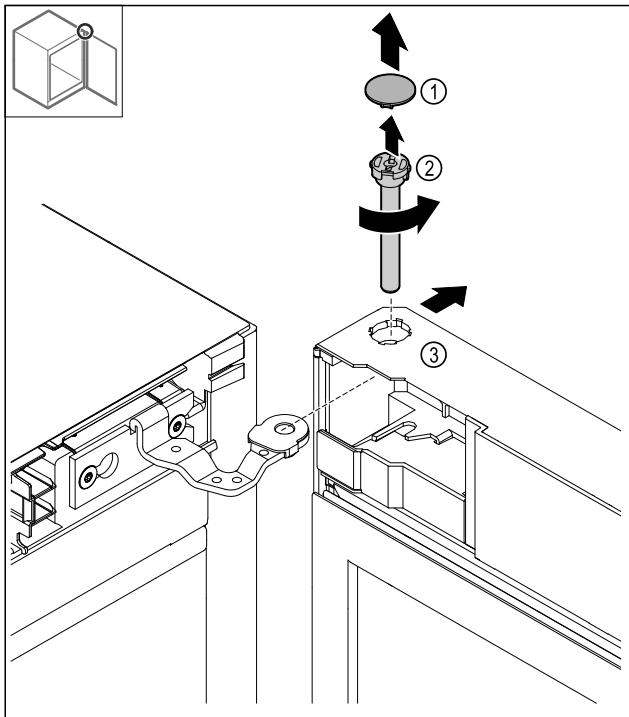

Fig. 18
► 取下盖板 *Fig. 18 (1)*。
► 逆时针旋转螺柱 *Fig. 18 (2)*并拔出。
► 稍稍倾斜冰箱门 *Fig. 18 (3)*。